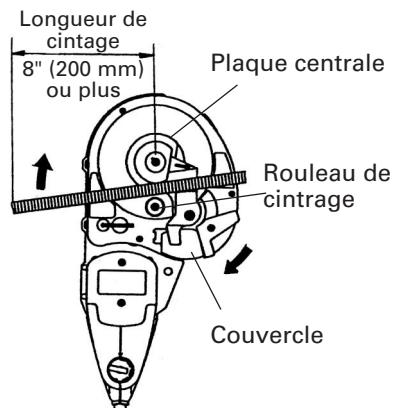
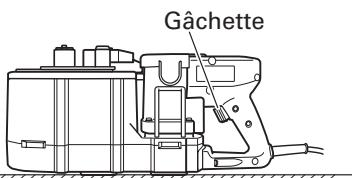

Fig. 14
Fig. 15
- (1) Disposer l'outil par rapport à la table rotative comme indiqué à la Fig. 14.
- (2) Vérifier que le couvercle est bien fermé.
- (4) Placer la barre béton sur la plaque centrale et la disposer exactement comme indiqué sur la Fig. 14.
- (5) Tirer sur la gâchette et cintrer la barre béton.
- (6) Continuer à tirer sur la gâchette jusqu'à ce que le moteur tourne en sens inverse et que le rouleau de cintrage commence à revenir en arrière. (Une fois que le rouleau de cintrage a commencé à revenir en arrière, il reviendra automatiquement jusqu'à la position d'origine, même si l'on relâche la gâchette.) (Fig. 15)
- La longueur de cintrage minimum requise est de 8" (200 mm). Si la longueur de cintrage n'est pas suffisante, la barre béton peut se détacher pendant l'opération de cintrage, ou elle peut se briser en éclats qui pourraient s'éparpiller et être dangereux. (Fig. 14)